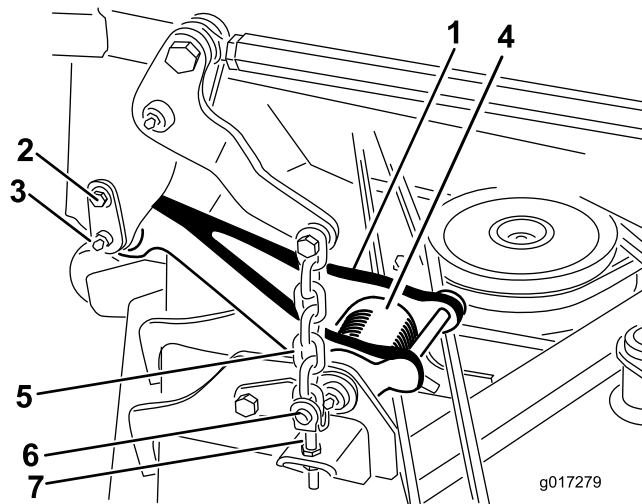

Figura 4
Nota: Cuando la unidad de corte está en la posición elevada, la tensión del muelle de torsión de la biela de tiro (Figura 4) es menor, de modo que es mucho más fácil desconectar las bielas de tiro de la máquina.
2. Desconecte la biela de tiro de cada lado de la máquina (Figura 4).
- A. Retire el tornillo de cuello largo que sujeta el pasador de retención al bastidor de tiro (Figura 4).
- B. Retire con cuidado el pasador de retención del bastidor de tiro y de la biela de tiro (Figura 4).
- Retire los 4 pasadores de anilla y las chavetas que sujetan las cadenas de elevación a las horquillas de ajuste del cortacésped (Figura 4).
- Instale los 4 pasadores de anilla y las chavetas para sujetar las cadenas de elevación de la unidad de corte a las horquillas de ajuste del cortacésped (Figura 4).
5. Alinee la biela de tiro con el bastidor de tiro y sujete la cadena con el pasador de retención (Figura 4). Sujete el pasador de retención al bastidor con el tornillo de cuello largo (Figura 4).